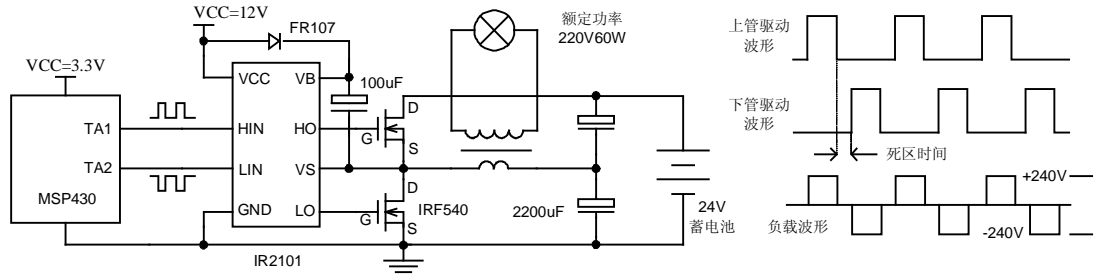

图 2.8.7 逆变器中的 PWM 死区示意图
但这也随之会遇到一个问题：MOS 开关的导通与关断总会存在一定的延迟。如果同时命令上管关断、下管导通，会出现一个极短的瞬间上管来不及完全关闭时下管已经导通。此时相当于蓄电池直接短路，大电流会直接毁坏 MOS 管。为了安全地控制半桥电路，需要命令其中一只开关管断开后，略等待一段时间才接通另一只开关管。这段等待的时间被称为“死区时间” (Dead Time)。图 2.8.7 中示意了带死区的 PWM 波形，为了示意清楚，图中对死区时间作了夸大，实际应用中根据不同 MOS 管的导通延迟参数，取数百纳秒至数微秒时间以上即可保证 MOS 不会同时导通。实际应用中，半桥、推挽驱动、H 桥等电路中都存在对死区时间的要求。
**例 2.8.8** 用 MSP430F42x 单片机驱动图 2.8.7 所示的逆变电路，要求输出交流电频率 400Hz 左右，正负半周各占 50% 时间，死区时间 2us 左右。假设 SMCLK=1.048576MHz。